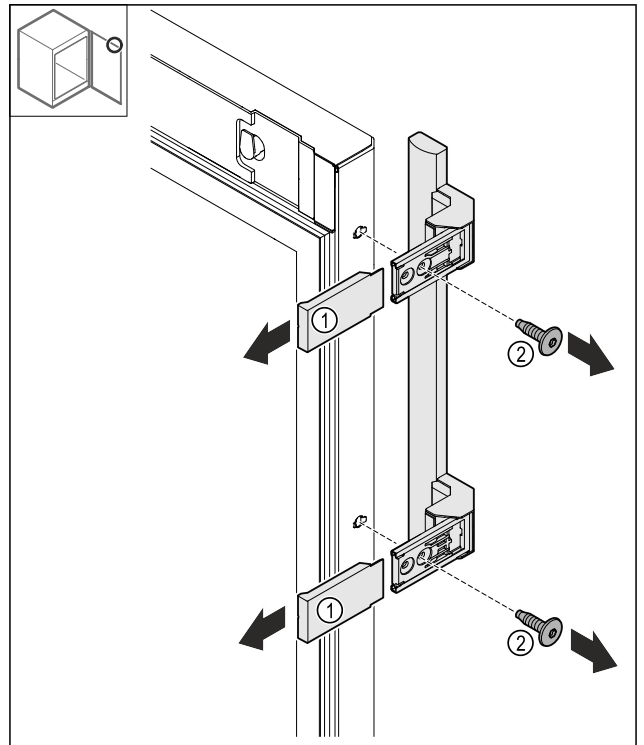

Fig. 20
- ▶ Afdekkingen Fig. 20 (1) wegtrekken.
- ▶ Schroeven Fig. 20 (2) losmaken.